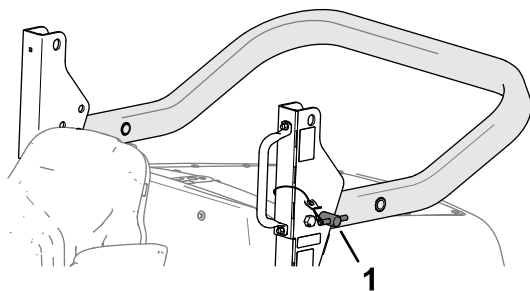

Bild 31
2. Entfernen Sie die Überrollbügelstifte aus den Schwenkhalterungen (**Bild 31**).